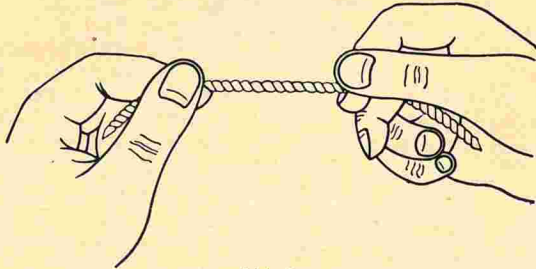

Abb. 1
10. Man benutze als Oberfaden auf der Maschine nur linksgedrehten Faden, während als Unterfaden sowohl links- wie auch rechtsgedrehtes Garn Verwendung finden kann. Man vermeide jedoch als Unterfaden Glanzgarn. Die Drehung des Fadens läßt sich leicht feststellen, wenn man ein Stück Faden, wie in Abbildung 1 gezeigt, in beiden Händen hält und mit dem Daumen und Zeigefinger der rechten Hand den Faden gegen sich zu dreht. Links gedrehtes Garn wird sich dabei